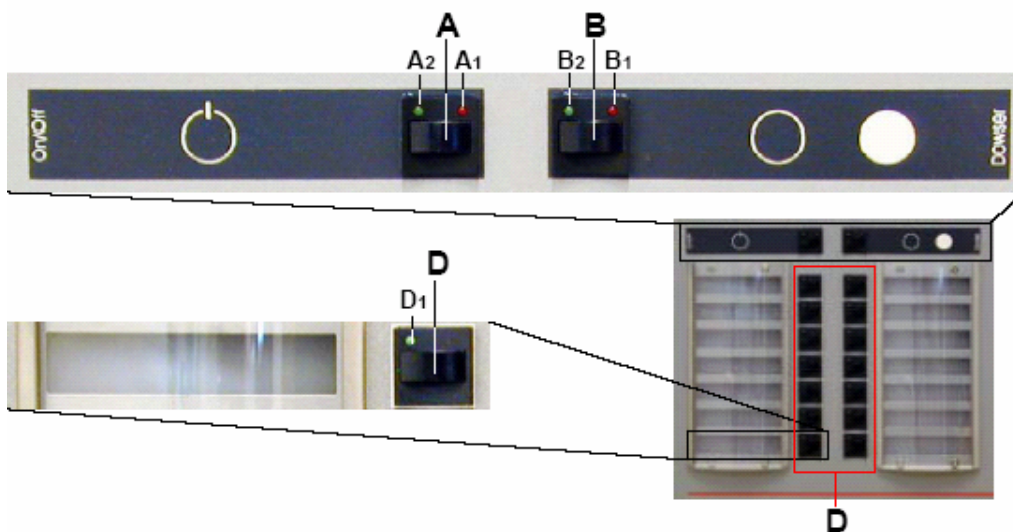

图 3-4 点灯和遮光板开启
1. 按点灯按钮(A)。(图3-4)
2. 灯点亮后, 按遮光板按钮(B)。(图 3-4)
3. 按下需要的选择按钮(D) 1~14 (图3-4)。